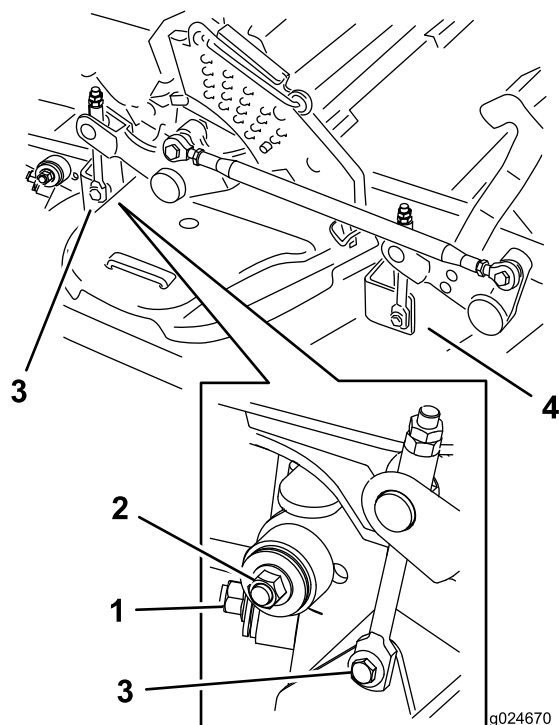

Figure 96
7. Enlevez et mettez de côté les fixations des deux côtés du plateau, comme montré à la Figure 96.